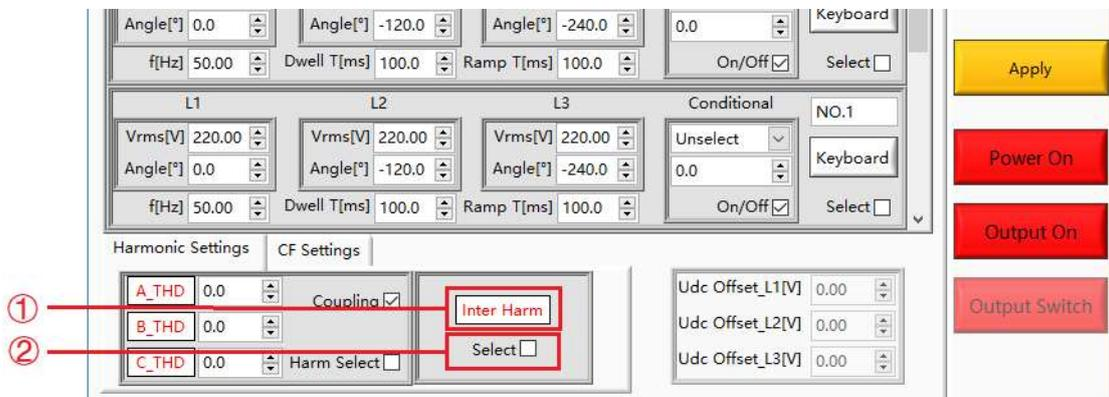
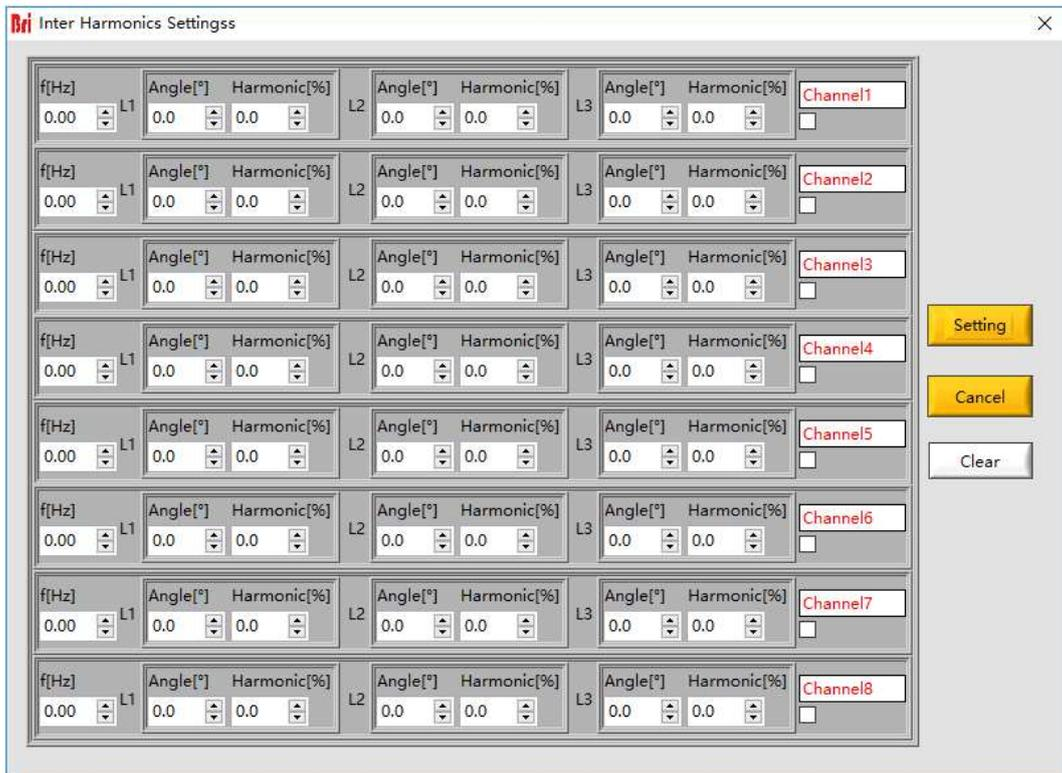

图 5-17 间谐波编辑-1
图 5-18 间谐波编辑-2
测试步骤：点击“Sequence”进入序列模式测试界面，首先设置基本运行参数（如输出电压，频率等）。依次点击“Apply”→“Power On”→“Output On”，设备开始运行。勾选间谐波选择框（图 5-17①），点击间谐波模拟按钮（图 5-17②），自动弹出间谐波设置界面（图 5-18），用户可在此界面设置间谐波频率、角度、含量等参数，参数设置完成后选择对应框，依次点击“Settings”→“Apply”。
若需取消间谐波模拟，点击页面下方的间谐波设置按钮（图 5-17②），在弹出的界面点击“Clear”清除所有参数，依次点击“Settings”→“Apply”，最后取消谐波选择框的勾选即可。